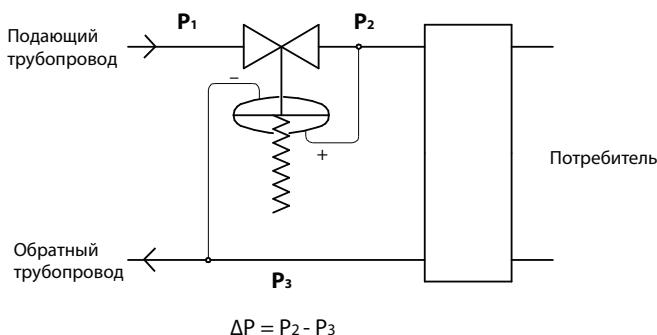

Рис. 1. Установка на подающем трубопроводе
1. Регуляторы перепада давления, закрывающиеся при повышении перепада давления. Пружина удерживает клапан в открытом положении, а большее давление воздействует на чувствительный элемент, закрывая клапан. Примерами регуляторов этой группы являются клапаны KAT33. Типичное применение данной группы регуляторов перепада давления — регулирование перепада давления на потребителе за счет дросселирования подающего или обратного трубопроводов (см. Рис. 1 и 2):
Некоторые регуляторы перепада давления для работы требуют использования двух или более импульсных трубок. Они необходимы для передачи импульса регулируемого давления на чувствительный элемент клапана (мембрану, поршень или сильфон), а также для передачи силового импульса подвижным элементам. Необходимость импульсных трубок указана в описании клапанов. Импульсные трубы подсоединяются в точках поддержания перепада давления (см. Рис. 1, 2 и 3).